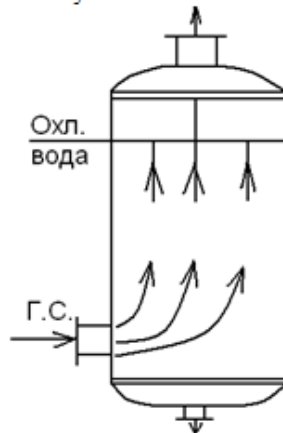

Рисунок 4
4).Рисунок 4                                5).Иной вариант ответа